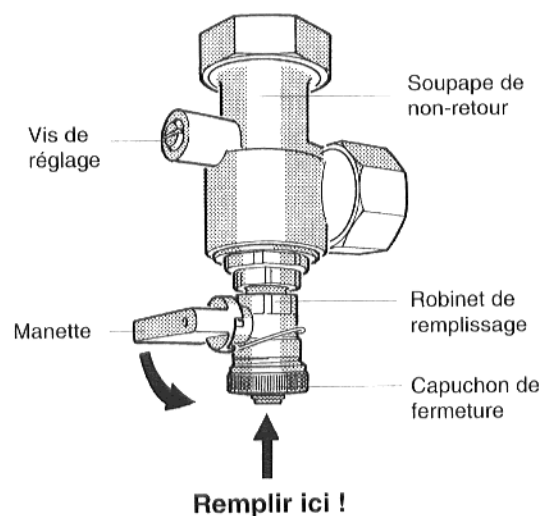

Fig. 10 : soupape de non-retour avec robinet de remplissage
- Mettre la fente de la vis de réglage de la soupape de non-retour en position verticale (toujours ouvert) (fig. 10).
- Dévisser le capuchon de fermeture du robinet de remplissage, visser le tuyau de remplissage et mettre la manette du robinet de remplissage en position verticale (ouvert) (fig. 10).
- Remplir lentement l'installation par le robinet de remplissage pendant 1/2 minute environ (fig. 10).
- **Mettre la fente de vis de réglage de la soupape de non-retour en position horizontale (position de service) (fig. 10).**